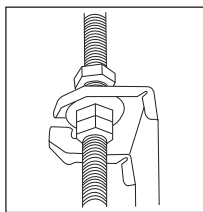

FIG. 60
- Ajuste as porcas das hastes de maneira uniforme, para garantir o equilíbrio da unidade. Fig. 60.